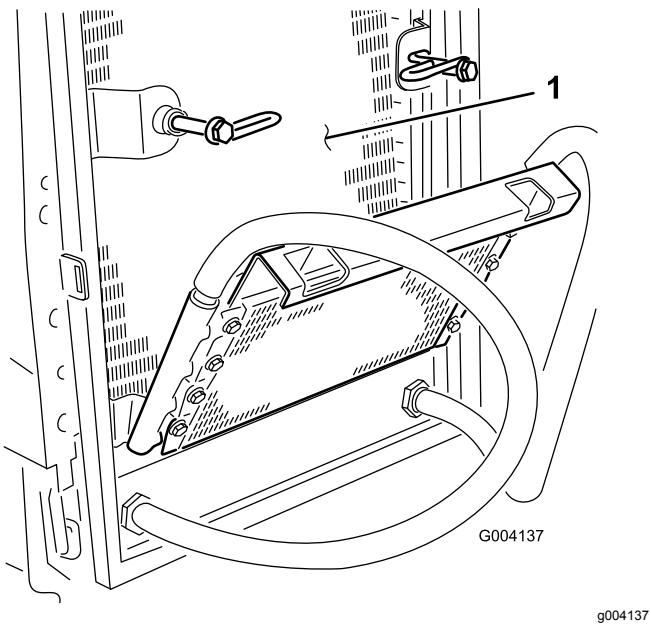

**Figura 50**
3. Desenganche y abra la rejilla trasera (Figura 50).